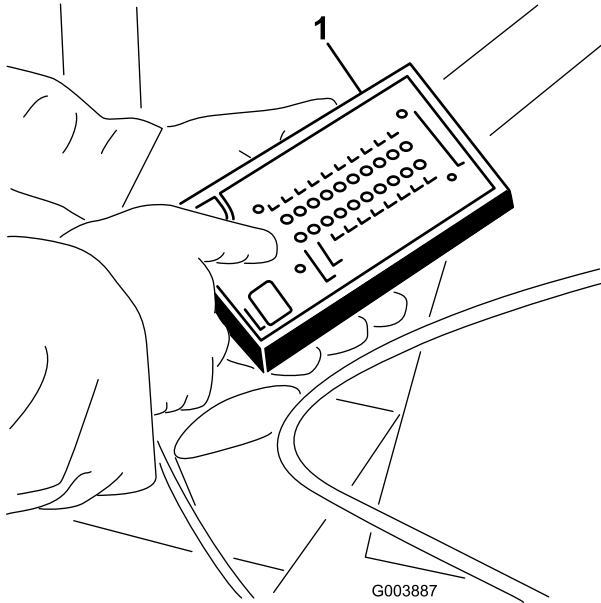

Figura 39
5. Conecte el conector de la pantalla diagnóstica ACE al conector del arnés (Figura 39).